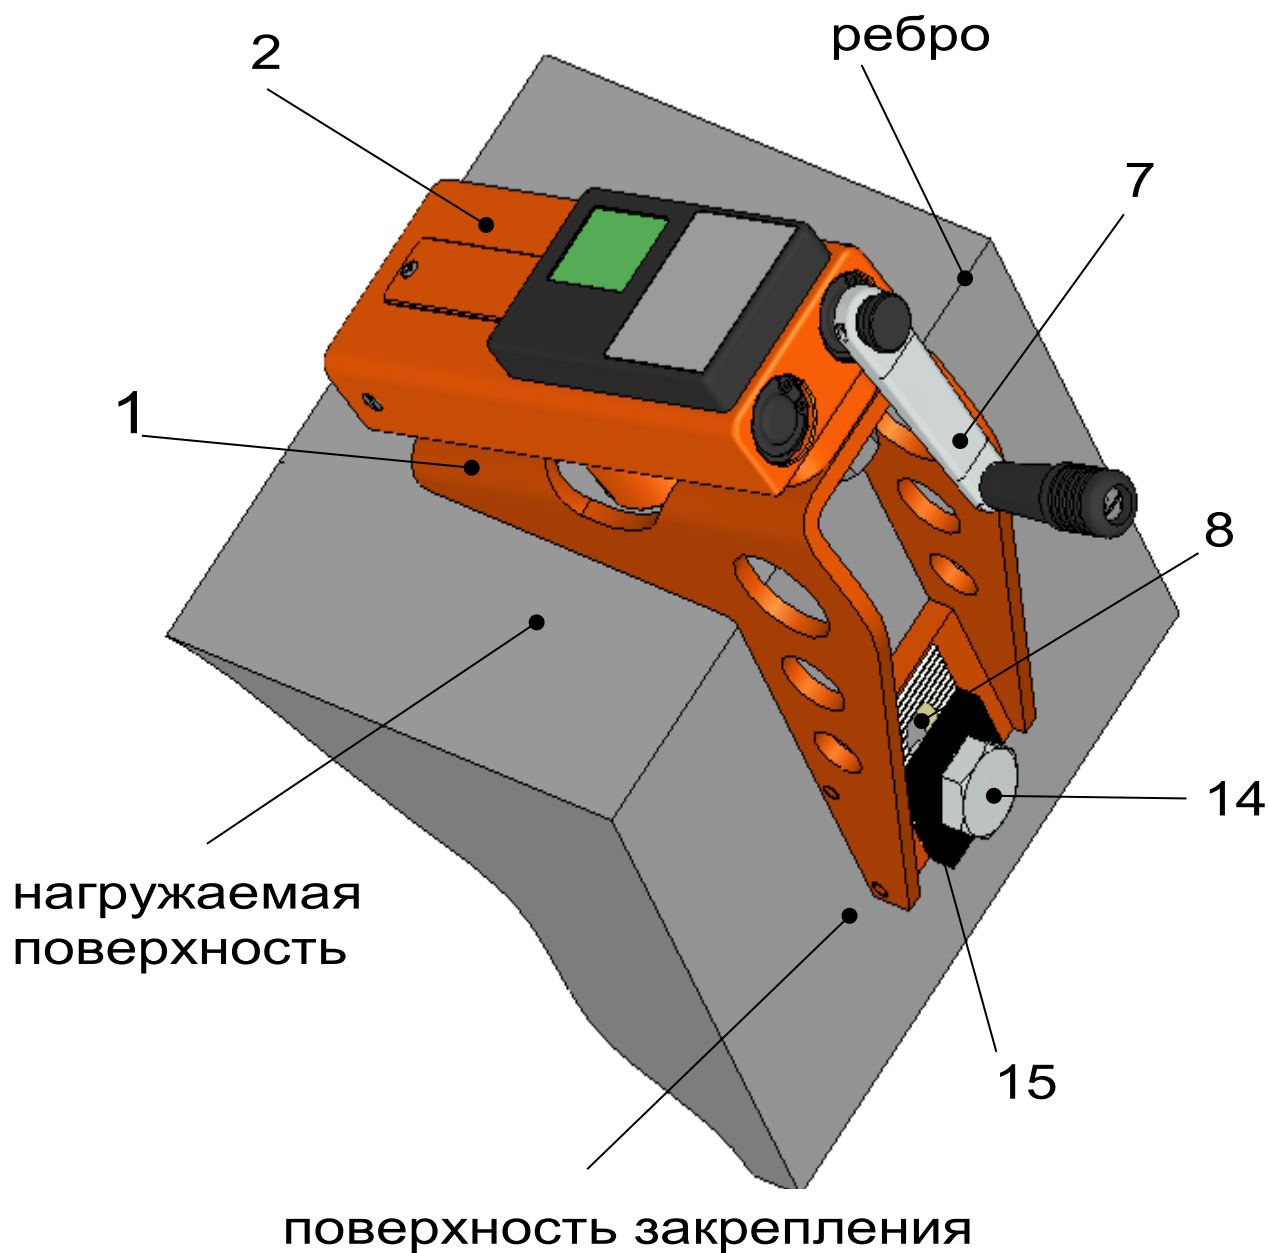

Рисунок 3.
6.4.3 Силовой кронштейн плотно приложить к ребру (рисунок 3) объекта контроля, чтобы скалывающий элемент 13 гидропресса находился в контакте с нагружаемой поверхностью бетона.